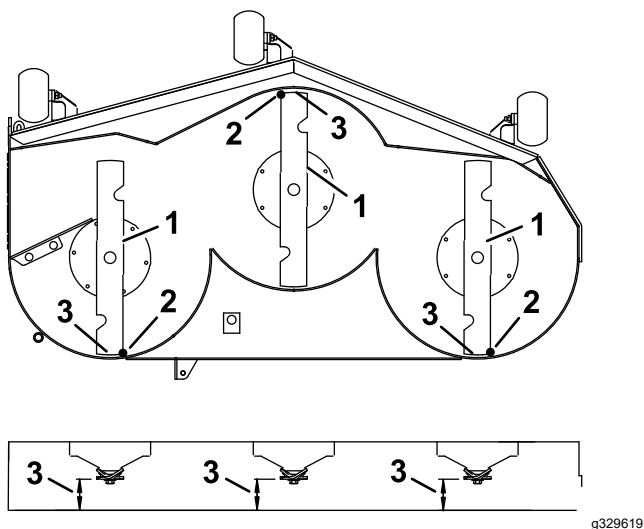

Figura 78
7. Controllate il livello della lama in direzione longitudinale (Figura 78). Accertate che la punta della lama anteriore sia più bassa della punta della lama posteriore mostrata nella tabella dell'angolo di spoglia e dell'altezza del blocco. Per eventuali regolazioni, continuate la procedura.